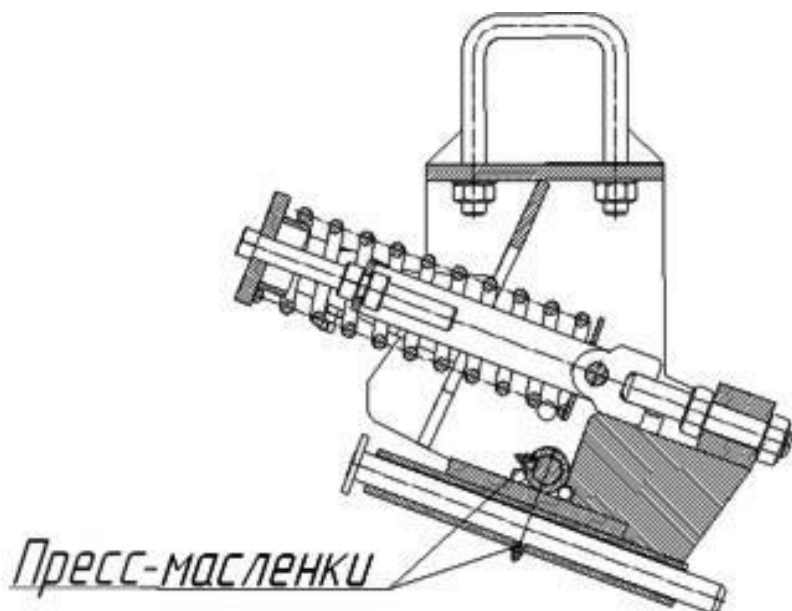
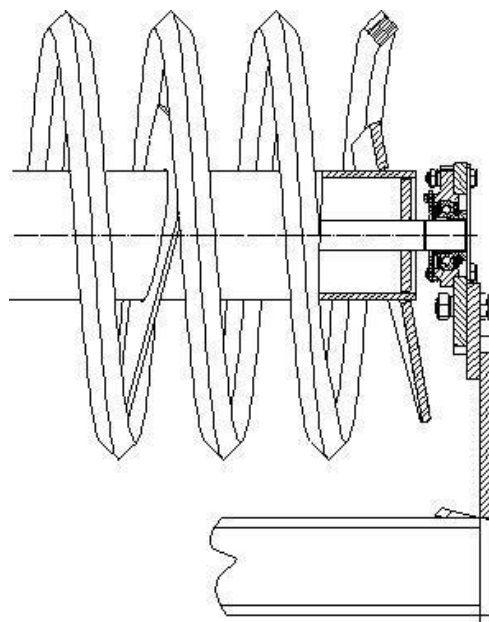

Рис. 6.6.4. Смазка осей подвески катков (для ПК с катками)
Рис. 6.6.5.
6.6.3. Для ПК «Кузбасс» с металлическими спиральными катками смазку **осей вращения подвесок** производить через пресс-масленки каждые 10 часов работы (рис.6.6.4). Подшипники катков закрытые и смазки не требуют (рис.6.6.5).